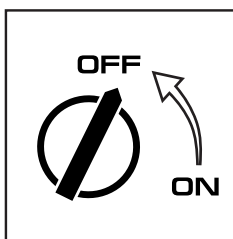

Рис. 23
2. Переведите поворотный выключатель двигателя в положение «OFF» (Рис. 23).